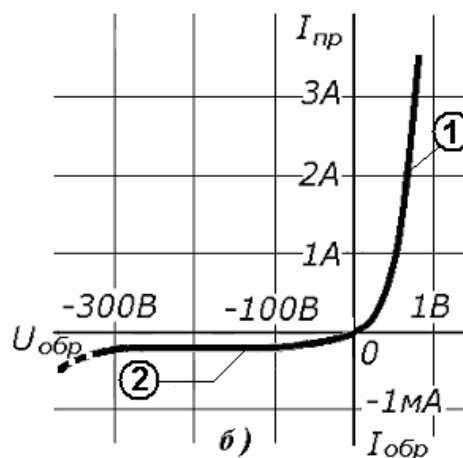

Рис.3
4. Собрать схему для исследования диода Шоттки на постоянном токе в соответствии с принципиальной схемой рис. 3 заменив диод VD1 на диод VD2. Для измерения анодного тока включить миллиамперметр постоянного тока с пределом 100 мА. Для измерения анодного напряжения использовать мультиметр. Последовательно с диодом включить токоограничивающий резистор  $R_n$  (RP2 на стенде)
7. Собрать схему для снятия обратной ветви ВАХ VD1, подключив к RP2 источник -12В и заменив миллиамперметр, поменяв также его полярность подключения (рис.3).
Основной характеристикой полупроводниковых диодов служит вольт-амперная характеристика (рис.3)
ных питающих выпрямитель напряжения. Форма выходного напряжения такого выпрямителя приведена на рис.3,б. Этот выпрямитель характеризуется лучшим использованием трансформатора и фильтра. Его часто называют выпрямителем со средней точкой вторичной обмотки трансформатора.
Рис.3. Формы напряжений на входе и выходе выпрямителей, питаемых от однофазной сети, при резистивной нагрузке без фильтра: однополупериодного (а) и двухполупериодного (б)